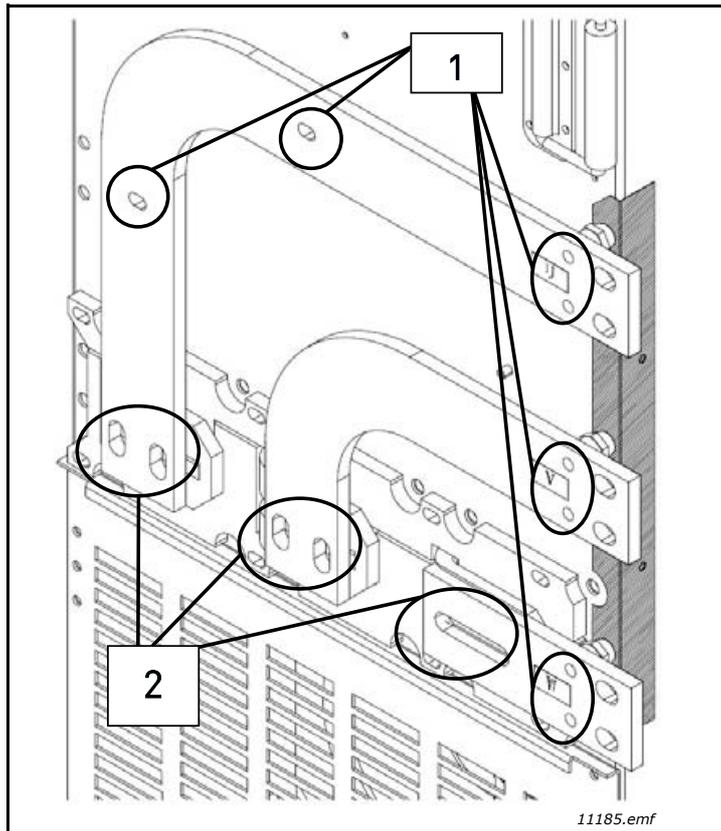

Figure 33. Raccordement côté droit
1. Ouvrez les fixations portant le numéro 1 dans la Figure 33.
2. Ouvrez les fixations portant le numéro 2 dans la Figure 33.